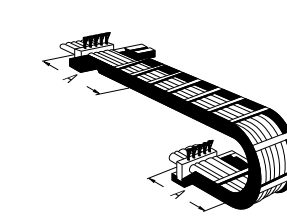

Fig. 1
- с обеих сторон короткой энергоцели (→ Fig. 1)